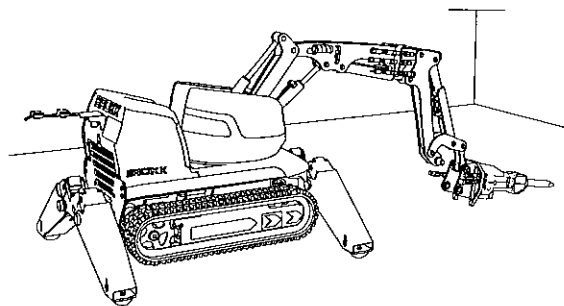

Bild 1
- Placera redskapet med fästet vänt mot maskinen. Hydraulredskapets tryckport placerad på vänster sida sett från maskinen. Se bild 1.